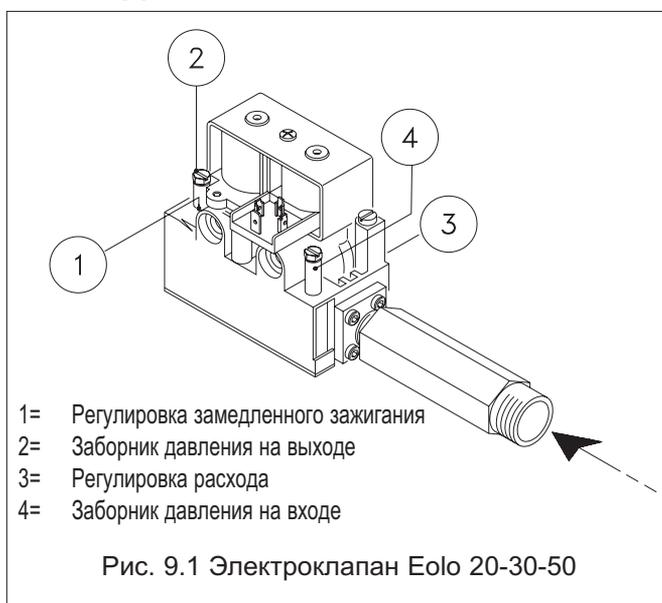

Рис. 9.1 Электроклапан Eolo 20-30-50
- 7) Проверить давление в горелке через заборник давления за клапаном (дет. 2, рис. 9.1, 9.2, 9.3); при этом давление должно соответствовать данным по маркировочной табличке (*)
- 6) Проверить давление в горелке через заборник давления за клапаном (дет. 2, рис. 9.1, 9.2); при этом давление должно соответствовать данным по маркировочной табличке.